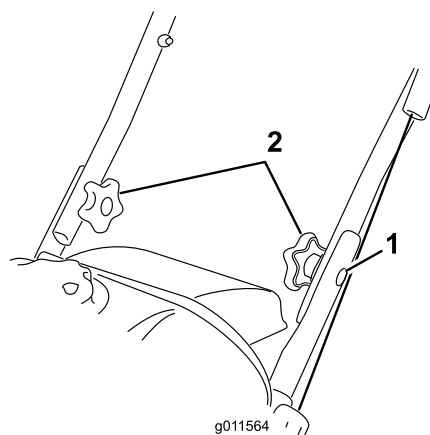

Figura4
2. Introduceți șuruburile cu cap oval în orificiile alinate, cu capetele șuruburilor pe partea exterioară a mânerului (Figura4).
1. Șurub cu cap oval (2)
3. Instalați șaibele curbate și butoanele de mâner pe șuruburile cu cap oval pe interiorul mânerului (Figura4) și **strângeți în siguranță butoanele.**